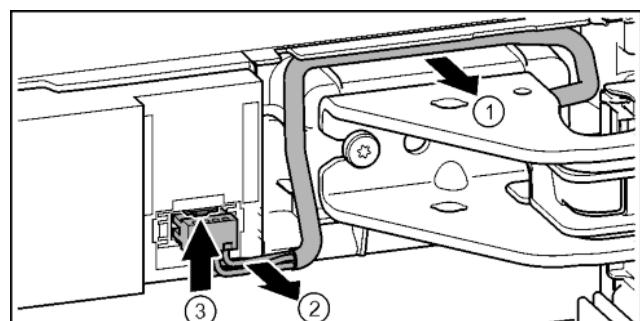

Fig. 23
- Oprezno otpustite kabel iznad podloška ležaja iz vodilice. Fig. 23 (1)
- Oprezno izvucite spletice kabela iz kanala. Fig. 23 (2)
- Pritisnite jezičac prema gore i oprezno izvucite utikač. Fig. 23 (3)